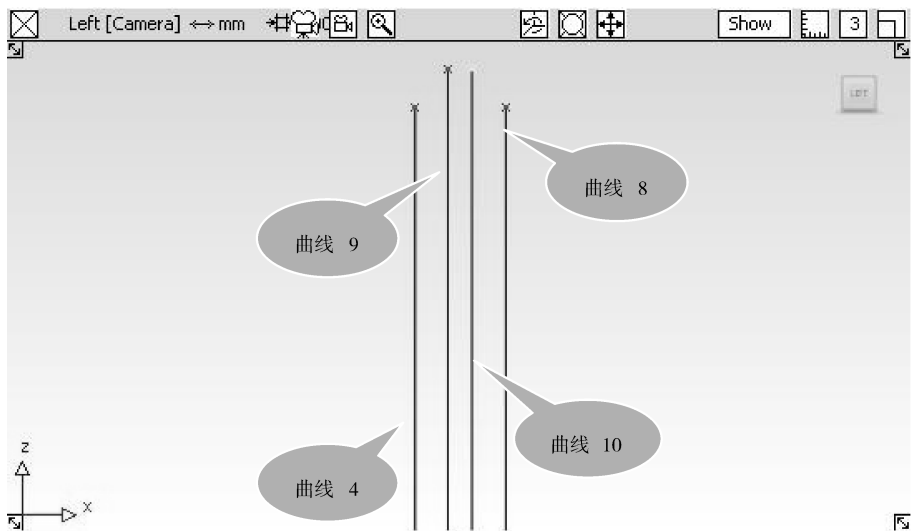

图 3-76 完成手电筒纹样轮廓线
- 22 旋转视图，通过【ViewCube】工具返回到【Left】视图，并缩放视图，选择【Move】工具，移动曲线9、曲线10到曲线4、曲线8的中间，如图3-76所示。